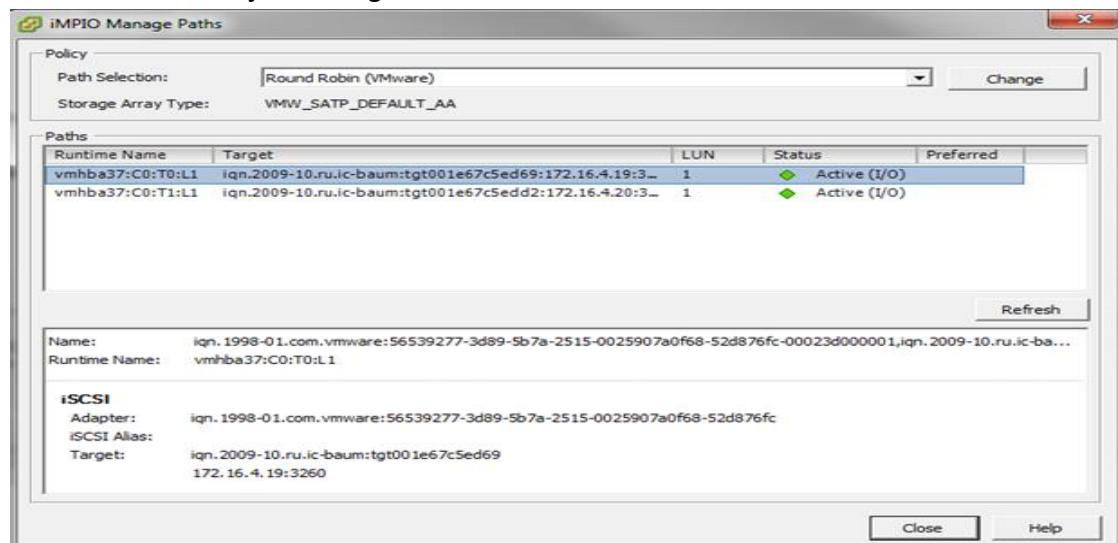

Рисунок 104 – Manage Paths ESXi
- 5) В пункте Path Selection выбрать Round Robin (см. Рисунок 104)